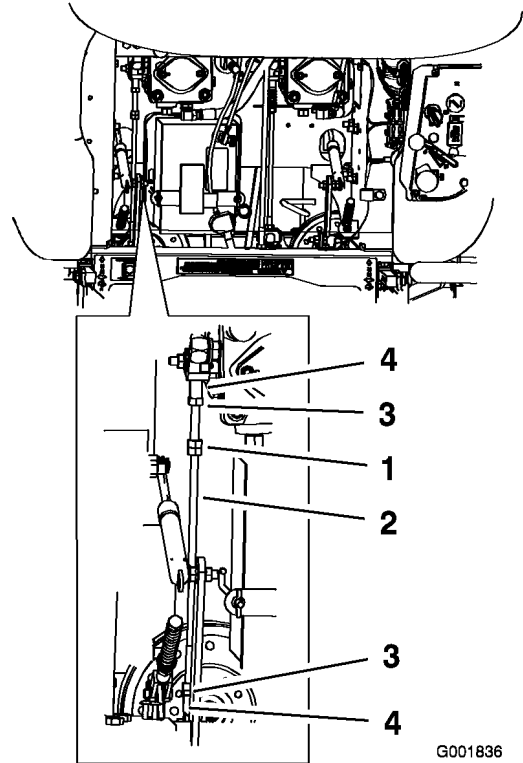

Figura 59
1. Afloje las contratuercas de la articulación esférica de la varilla de control de la bomba (Figura 59).
3. Ajuste la longitud de la varilla de la bomba girando las tuercas dobles de la varilla, en el sentido apropiado, hasta que la rueda quede estacionaria o se mueva muy lentamente en marcha atrás (Figura 59).
6. Apriete las contratuercas de las articulaciones esféricas (Figura 59).